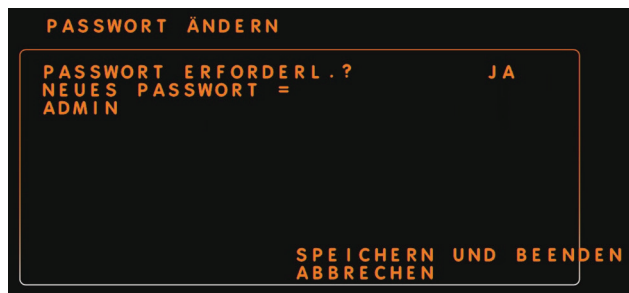

Abbildung 26. Neues Admin-Passwort
5. „Auswahl“ drücken, um **NEUES PASSWORT** = auszuwählen. Eine Bildschirmtastatur erscheint unter dem Menü **PASSWORT ÄNDERN** (Abbildung 26).